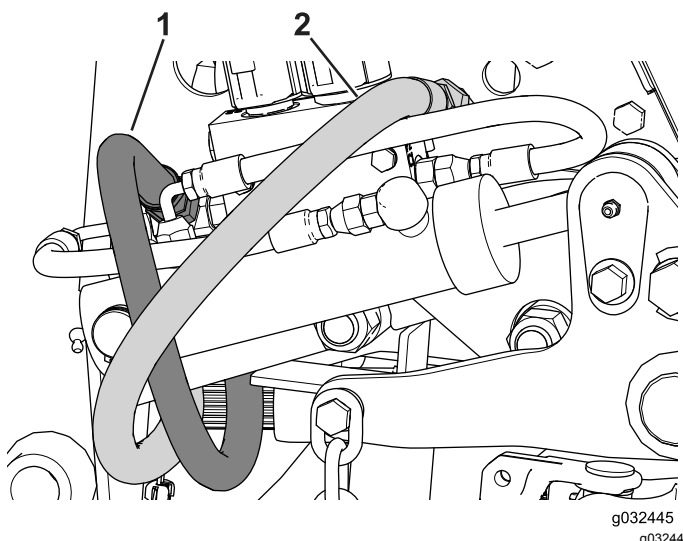

Рисунок 124
4. Вставьте возвратный гидравлический шланг в отверстие регулирующего клапана, обозначенное «Т» (Рисунок 124).
5. Вставьте гидравлический шланг подачи в отверстие регулирующего клапана, обозначенное «Р2» (Рисунок 124).